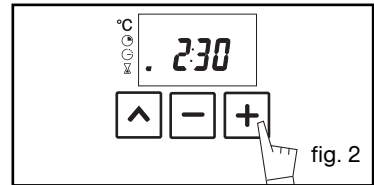

fig. 2
- Pulse el mando “^” para validar o esperar unos segundos (fig. 2).